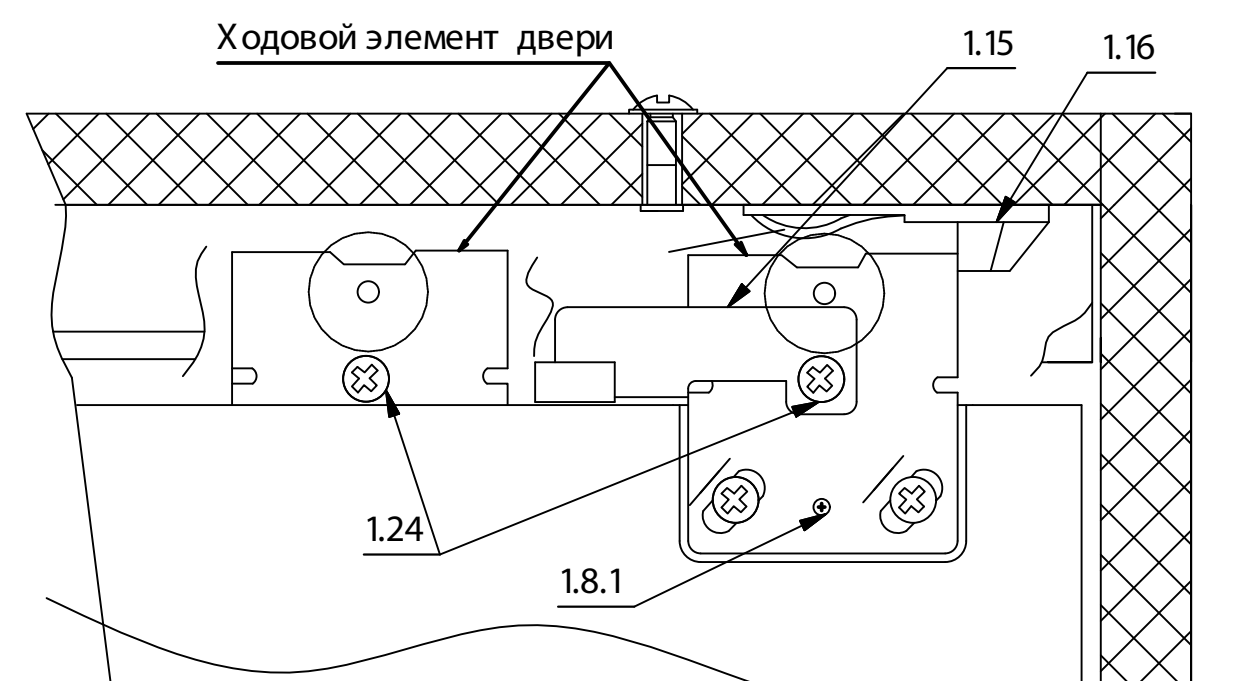

Рис.6 (установка дверей)
3. На деталь 5 устанавливается ходовой профиль 1.18 и фиксируется с помощью винтов 1.20 и втулок 1.19. Вид С. Устанавливаются упоры 1.16, 1.17 зажимаются шурупами 1.9. Рис.6 Присоединит е детали 1 и 2.
7.1 Устанавливается дверь. Вставляется ходовой элемент в ходовой профиль 1.18 затем приподнимите дверь и вставьте направляющие ползунки в нижние направляющие цоколя 11 Вид D-D. Прикрепите распорный элемент 1.15 к крайнему ходовому элементу двери 12 зафиксируйте его на навесном опорном винте 1.24 Рис.6. Аналогично вставьте дверь 13 и зафиксируйте ходовые элементы навесными опорными винтами 1.24. Устраните, если имеется перекос шкафа вследствие неровности пола подложив под опоры цоколя 11 прокладки из фанеры или древесины. Ослабьте винты в ходовых элементах дверей Рис.6, отрегулируйте зазоры между дверями и боковинами затем верните винты в исходное положение. Зафиксируйте положение ходовых элементов шурупами 1.8.1 (4x13).